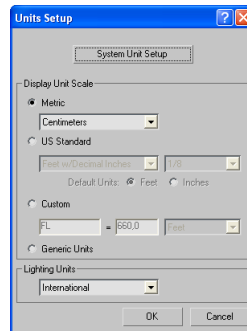

Abbildung 1: Über **Customize** wird das **Units Setup** aufgerufen.
1. Über **Customize** wird das **Units Setup** aufgerufen. Dort für **Display Unit Scale** die Einstellung **Metric** mit der Option **Centimeter** wählen (siehe Abbildung 1).